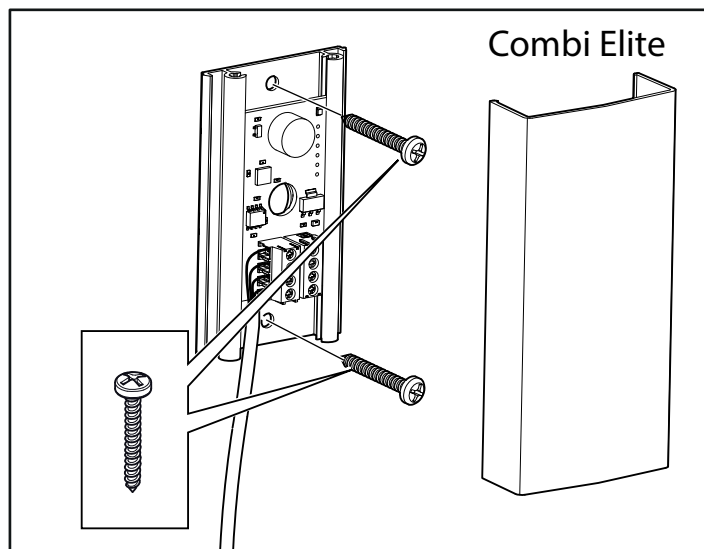

Rysunek 13. Montaż osłony zbiornika wody, kratki miseczki na zioła i nawilżacza powietrza/zbiorniczka na esencje zapachowe
11. Zamontuj osłonę zbiornika wody, kratkę miseczki na zioła i nawilżacz powietrza/zbiorniczka na esencje zapachowe (patrz rys. 13).